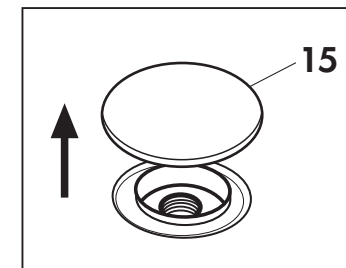

Fig. 4
Introduzir água da torneira ou detergentes não espumosos no reservatório específico levantando a tampa (15) (Fig. 4)